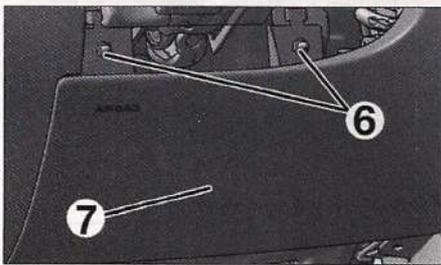

FIG. 12
- Desmontar la protección (5).
- Desmontar las tuercas (6) (Fig.12), y desmontar el airbag de rodillas según el equipo del vehículo (ver capítulo "Airbags y pretensores").